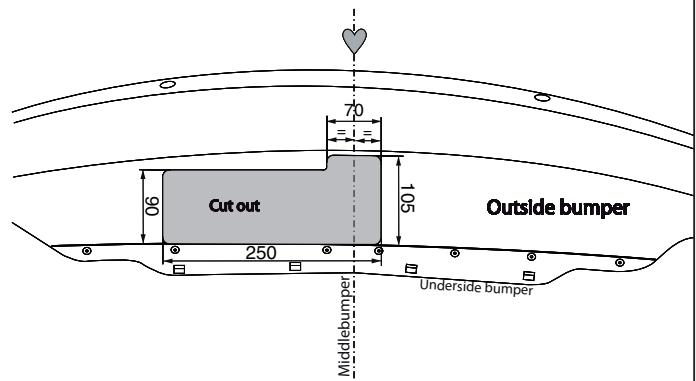

Fig. 2
8. Выпилить часть из бампера в середине снизу, как указано на рис.2 и 2а .